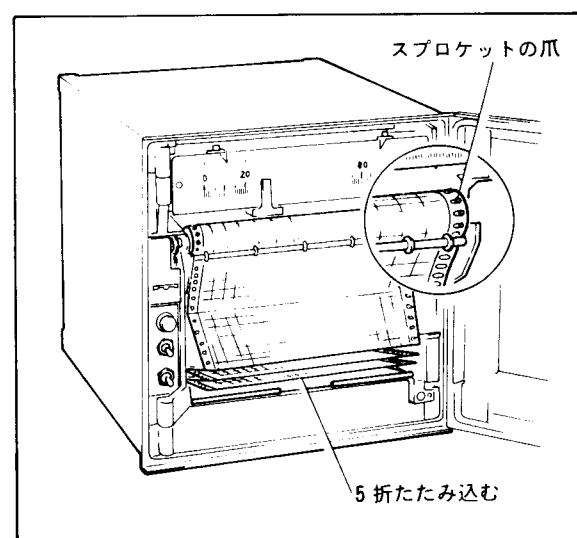

図11-6 記録紙の装てん
- (5) 記録紙を7折引き出し、収納部をもとに押し込みます。
- (6) スプロケットの爪に記録紙の穴を合わせて、記録紙押えローラをばね部分を右側にしてかけます。
- (7) 記録紙受け中央に、5折きちんとたたみ込みます(図11-6)。(記録紙受けの左右のあきを確認します。)
- (8) 記録紙左端の時刻表示を現在時刻に合わせる場合は、ギヤの遊びを除くため、スプロケットを強く逆転させ、記録紙押えばねの先端と時刻表示を合わせます。左右両端のばねの先端と打点ピンの落下位置はほぼ一致しています。
- (9) 扉を閉めた時、記録紙がベゼルや測定点表示カードに引っかかっていない事を確認します。